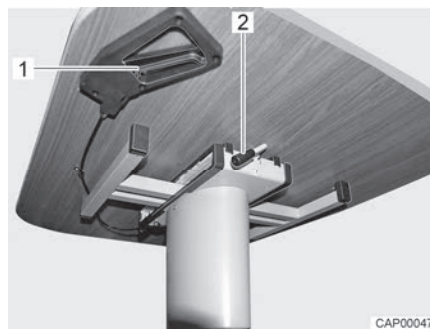

Bild 50 Förskjut lyftbordet
- Skjut spaken (Bild 50,2) sväng den nedåt tills den står lodrät nedåt.
- Sväng spaken (Bild 50,2) uppåt tills bordsskivan har fixerats.
- Dra i låshandtaget (Bild 50,1).
- Släpp låshandtaget (Bild 50,1). Bordsskivan stannar i den inställda positionen.